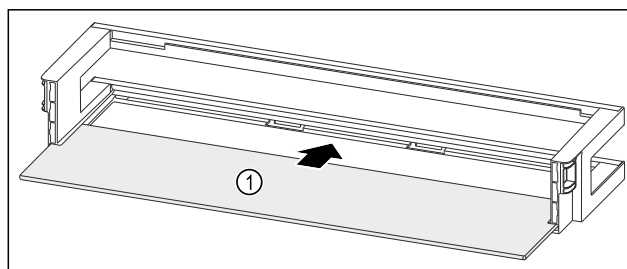

Fig. 170 Balconcino controporta con ripiano
- Inserire il ripiano Fig. 170 (1) negli incavi laterali.